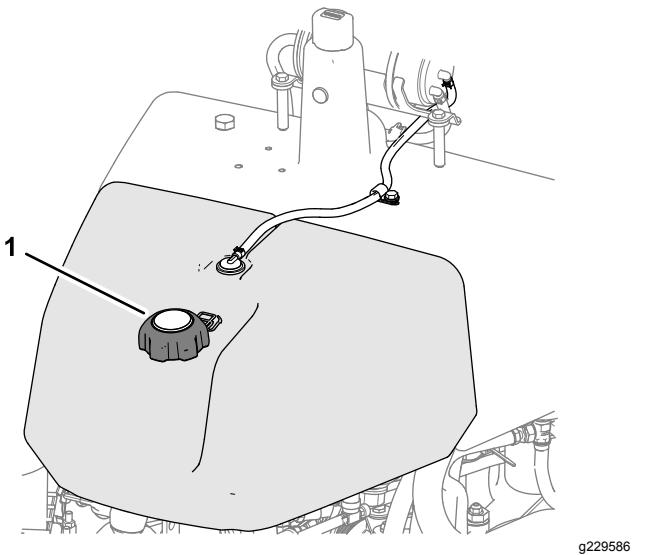

Figura 24
1. Limpe a zona em redor da tampa do depósito de combustível e retire-a (Figura 24).